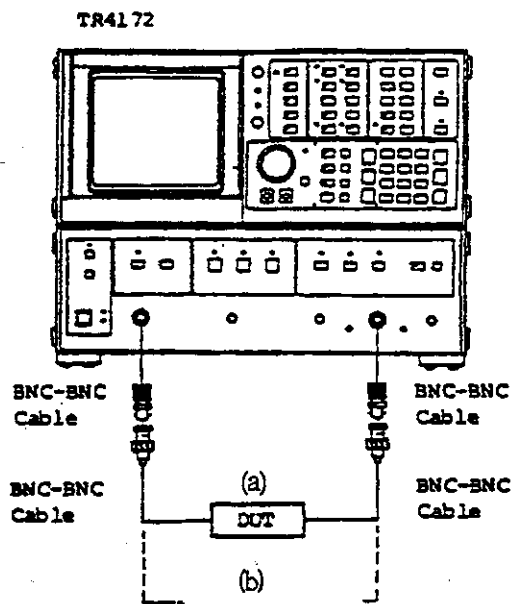

図6-7 TR4172とSAWフィルタの接続
- (1) [図6-7]のように、TR4172のTRACKING GENERATOR OUTPUT コネクタとINPUT コネクタ間に、DUT(フィルタ)を接続します。この接続を(a)と呼びます。DUTをはずしスルー状態にした場合を(b)と呼びます。
- (2) 一般に、SAWフィルタは、その種類が多く、また入出力インピーダンスも50Ω系、75Ω系の他に、200Ω、300Ω、1kΩ、1kΩ以上と多種ありますから、測定前に治具などを利用して、インピーダンスのマッチングを取って下さい。通常、SAWフィルタのメーカーから推奨回路が入手できますから、利用して下さい。
- (3) SAWフィルタには、一般的に20dB程度の損失があります。これを補うためにアンプが入っているものがありますが、その場合は、トラッキング・ジェネレータの最大出力レベルに注意して下さい。
- (4) ケーブルは、極力短いものを使用して下さい。
- ① 分析したい中心周波数、掃引幅、信号の入出力条件などを設定して下さい。
- ② 接続ケーブルからDUTを外し、[図6-7]の(b)のように、スルー状態にして下さい。
- ③ kHz (G.D. OFFSET) スイッチを押し、位相スローブをフラットにして下さい。
④ MHz (PHASE OFFSET) スイッチを押し、位相を縦軸の中央に合わせて下さい。
⑤ スルー状態から [図6-7] の(a)のようにフィルタを接続し、PHASEスイッチを押して下さい。位相が表示され、データ・ノブまたはステップ・スイッチで分解能が上げられます。分解能は80DIV. →40% DIV. →20% DIV. →8% DIV. →……0.2% DIV. まで上げられます。